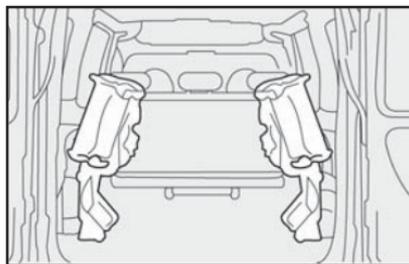

fig. 109
- 3) Repita o procedimento para o outro banco **fig. 109**.